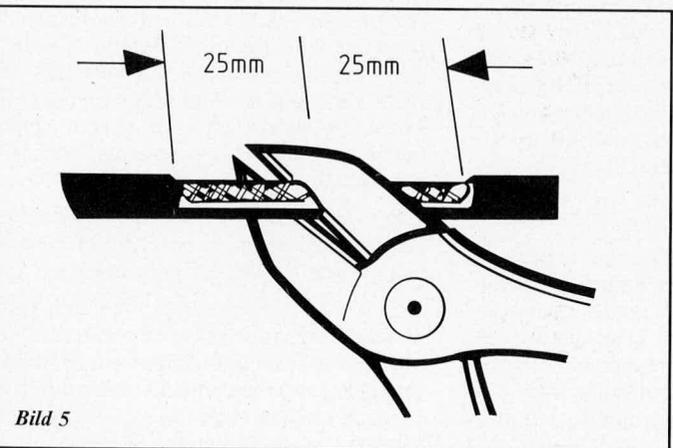

Bild 5
- Bei Drahtgeflechschläuchen werden Schlauch und Flexwelle zusammen direkt mit dem Seitenschneider durchgetrennt (Bild 5).